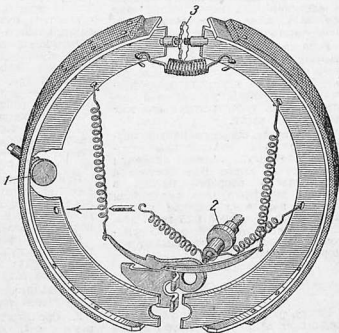

Рис. 4. Схема тормоза автомобиля ЗИС-101
4. Центрировать тормозные колодки по отношению к барабану. Это достигается регулировкой положения эксцентрика 1 (рис. 4), который после ослабления контргайки имеет возможность при повороте эксцентрично смещать тормозные колодки.